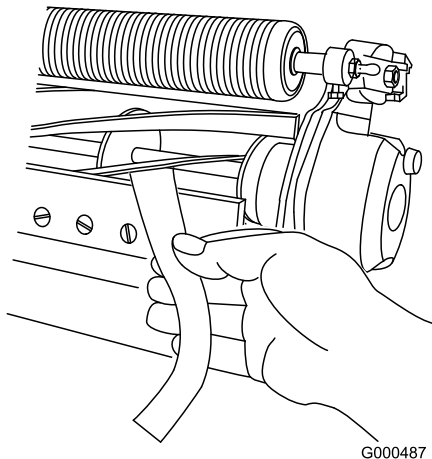

Figura 5
B. Inserai o bucată lungă de hârtie pentru verificarea performanei de tăiere între cilindru i contracuit, perpendicular pe acesta din urmă (Figura 5), apoi **rotii** cilindrul încet în față; ar trebui să taie hârtia; în caz contrar, repetai paii **A** i **B** până când ajungei la acest rezultat.
11. Inserai o bucată lungă de hârtie pentru verificarea performanei de tăiere între cilindru i contracuit, perpendicular pe acesta din urmă (Figura 5), apoi **rotii** cilindrul încet în față; ar trebui să taie hârtia; în caz contrar, rotii fiecare urub de reglare al barei de cadru, în sensul acelor de ceasornic, cu 1 clic, i repetai acest pas până când ajungei la acest rezultat.